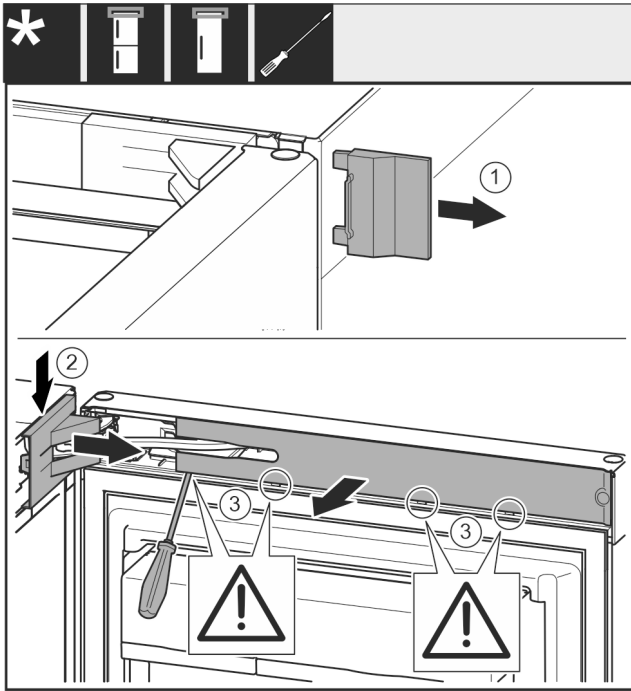

Fig. 10
- Äußere Abdeckung abnehmen. Fig. 10 (1)
- Lagerbockabdeckung ausrasten und lösen. Lagerbockabdeckung abnehmen. Fig. 10 (2)
- Blende mit Schlitzschraubendreher ausrasten und zur Seite schwenken. Fig. 10 (3)